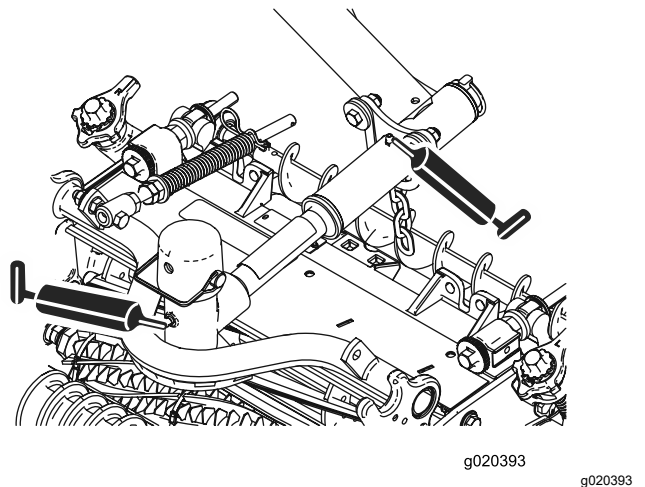

Figura 44
- Pivotes de las unidades de corte (2 en cada) (Figura 44).